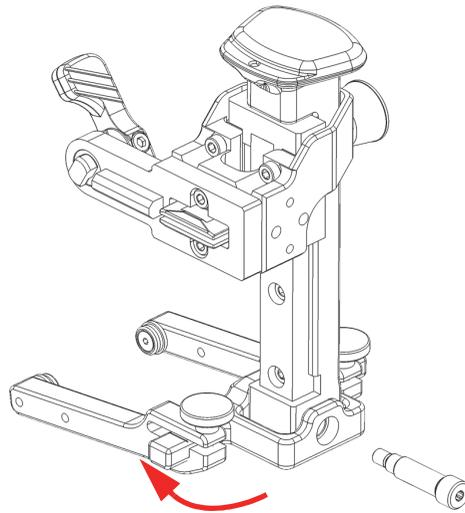

Figura 2-24 Inversione della traversa rotante della forcella
6. Ruotare di 180 gradi la traversa rotante della forcella e farla scorrere nuovamente nella rotaia dei bracci con meccanismo a molla (Figura 2-24 a pagina 54).